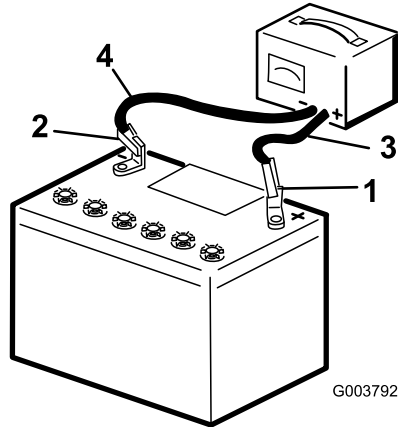

Figure 40
3. Chargez la batterie pendant 10 à 15 minutes entre 25 et 30 A, ou pendant 30 minutes entre 4 et 6 A (Figure 40). Ne chargez pas la batterie excessivement.
4. Quand la batterie est chargée au maximum, débranchez le chargeur de la prise, puis débranchez les fils du chargeur des bornes de la batterie (Figure 40).